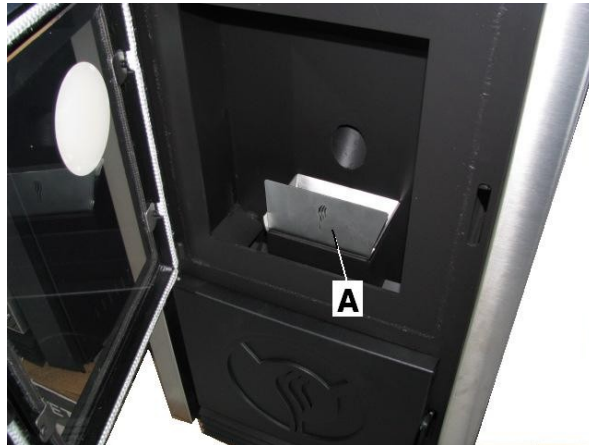

Figura 1
O cinzeiro (A) (Figura 1) deve ser limpo todas as vezes antes de ser utilizado.